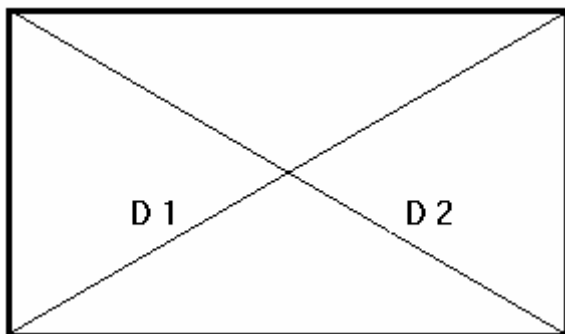

Fig. 1
- L'équerrage de la fosse sera vérifié en comparant les 2 diagonales D1 et D2 (Fig. 1)
- The square of the pit will be checked by comparison of the 2 diagonals D1 and D2 (Fig. 1)